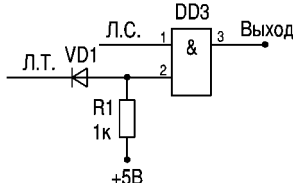

рис.2
2. Уменьшить величину "перехвата" вытекающего тока, установив в тактовой цепи резистор сопротивлением 27...51 Ом или подняв потенциал низкого уровня сигнала на входе DD3/2 на 0,2...0,3 В установкой диода (рис.2). В качестве диода VD1 можно использовать любой германиевый диод или диод Шоттки.